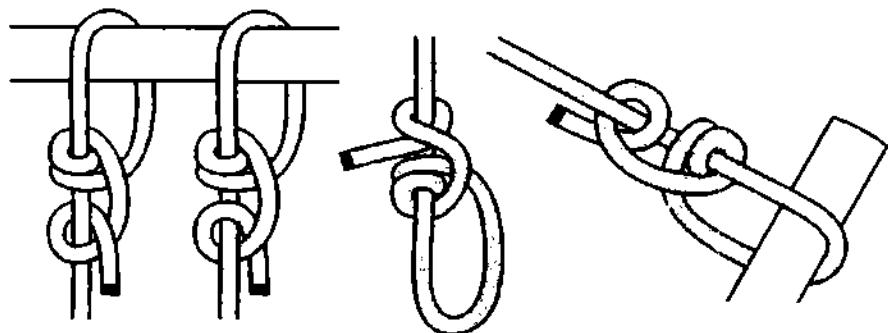

Рис. 398. Двойной штык.
*Двойной штык и регулируемый затягивающийся узел* – два похожих, но разных узла. Их можно использовать и в качестве регулируемых петель и в качестве узлов-штыков для крепления верёвки к опоре (рис. 398, 399, 537, 538). И тот и другой узел петли представляет собой половину узла *Прусика*, который при нагрузке моментально схватывает коренную часть троса. Перед работой узел необходимо предварительно расправить и затянуть.